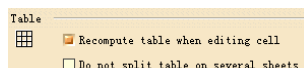

图 6-93
(5) Table (创建表格) 选项组 (如图 6-93 所示)